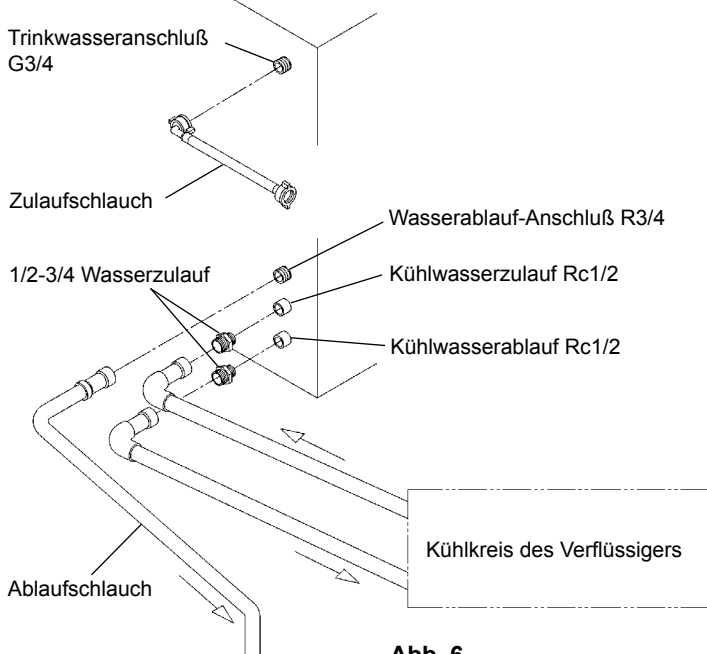

Abb. 6
[a] Standardanschlüsse entsprechend der WRC-Bestimmungen im Vereinigten Königreich (Abb. 6 und 7)
5) Mittels eines geeigneten starren Rohrs den Kühlkreislauf des Verflüssigers mit den freien Enden der 1/2-3/4 Wasserzuläufe wie dargestellt (Abb. 6) verbinden. Mit PTFE-Band oder geeignetem Abdichtmittel die Verbindung abdichten.